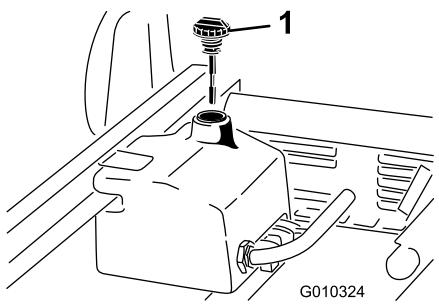

Figura 20
1. Limpie la zona alrededor del cuello de llenado y el tapón del depósito hidráulico (Figura 20). Retire el tapón del cuello de llenado.
2. Retire la varilla (Figura 20) del cuello de llenado y límpielo con un paño limpio. Inserte la varilla en el cuello de llenado; luego retírela y compruebe el nivel del aceite. El nivel del aceite debe estar entre las dos marcas de la varilla.